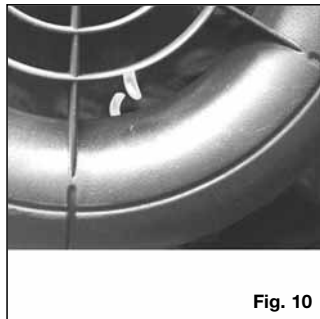
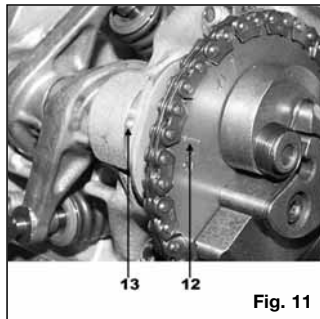

Fig. 10
Fig. 11
- Portare l'albero motore al punto morto superiore servendosi di una chiave a T inserita nel dado centrale del variatore. Per verificare l'esatta posizione del punto morto superiore bisogna allineare l'aletta della ventola di raffreddamento con la tacca presente sul convogliatore aria (**Fig. 10**).
- Montare la catena di distribuzione sulla corona dentata ed inserirla sull'albero a camme, allineando la linea di riferimento 2V (**Fig.11-part.12**) con la tacca presente sulla testa (**Fig.11-part.13**).
- Bring the crankshaft to top dead centre by inserting a T wrench in the variator central nut. To check the exact position of top dead centre you have to align the blade of the cooling fan with the notch on the air conveyor (**Fig. 10**).
- Fit the gearing chain on the crown gear and insert it on the camshaft, aligning the reference line 2V (**Fig.11-part. 12**) with the notch on the head (**Fig.11-part.13**).
- Déplacez le vilebrequin au point mort haut en vous servant d'une clé avec manche en T introduite dans l'écrou central du variateur. Pour vérifier la position exacte du point mort haut, vous devez aligner l'ailette du ventilateur de refroidissement avec le cran sur le convoyeur d'air. (**Fig. 10**).
- Die Kurbelwelle mit Hilfe eines T-förmigen Schlüssels, an der Zentralmutter des Variators angesetzt, zum oberen Totpunkt bringen. Zur Überprüfung der exakten Position des oberen Totpunktes ist der Lüfterradflügel mit der Kerbe auf der Kühlerhaube (**Fig. 10**) auszurichten.
- Die Steuerkette auf dem Zahnkranz und auf der Nockenwelle montieren, wobei die Bezugslinie 2V (**Fig.11-Det.12**) mit der Kerbe auf dem Zylinderkopf (**Fig.11-Det.13**) auszurichten ist.
I T A L I A N O	<p>eventualmente spostare la catena di distribuzione di un dente in più o in meno sulla corona dentata. Fare attenzione e controllare spesso che durante la messa in fase dell'albero a camme non si muova l'albero motore, dalla posizione indicata dai due riferimenti allineati come in Fig. 10.</p> <ul style="list-style-type: none"> - Montare il tendicatena originale e serrare il dado centrale dello stesso, comprimendo la molla che regola la tensione della catena di distribuzione. - Rimontare come in origine tutto il gruppo decompressore fissato sull'albero a camme. - Con una chiave a bussola con manico a T, agendo sul dado presente sull'albero motore e che fissa il variatore, far compiere all'albero motore 4-5 giri completi e riportarlo al punto morto superiore allineando i riferimenti della Fig. 10 e controllare che la corona dentata della catena
E N G L I S H	<p>chain by one tooth more or one less on the crown gear.</p> <ul style="list-style-type: none"> - Be careful to check often to ensure that the crankshaft is not moving during the timing of the camshaft from the position indicated by the two reference marks aligned as shown in Fig. 10. - Fit the original chain tightener and tighten the central nut on it, compressing the spring that regulates the gearing chain tension. - Re-assemble as in the origin the whole decompressor group fixed on the camshaft. - Using a socket wrench with a T-shaped handle, and intervening on the nut found on the crankshaft and that fastens the variator unit, make all the engine have 4-5 complete revolutions and bring it back to the top dead centre, aligning the references shown in Fig. 10 and check to ensure that the gearing chain crown gear has remained aligned with the reference mark on the head. If the crankshaft is blocked during
F R A N C A I S	<p>alignant la ligne de repère 2V (Fig.11-det. 12) avec le cran sur la culasse (Fig.11-det. 13).</p> <ul style="list-style-type: none"> - Tendez manuellement la chaîne de distribution en agissant depuis le trou de montage du tendeur de chaîne et contrôlez que la couronne dentée soit alignée avec le repère 2V se trouvant sur la culasse. Eventuellement, déplacez la chaîne de distribution d'une dent en plus ou en moins sur la couronne dentée. Contrôlez souvent que, pendant la mise en phase de l'arbre à cames, le vilebrequin ne bouge pas de la position indiquée par les deux repères alignés (Fig. 10). - Montez le tendeur de chaîne d'origine et serrez son écrou central, tout en comprimant le ressort qui règle la tension de la chaîne de distribution. - Montez comme à l'origine le groupe decompresseur fixé sur l'arbre à cames.
D E U T S C H	<ul style="list-style-type: none"> - Die Steuerkette von Hand spannen, indem über die Montageöffnung des Kettenspanners eingegriffen wird. Stellen Sie sicher, dass der Zahnkranz mit dem Bezug auf der Halterung ausgerichtet ist; notfalls die Steuerkette um einen oder mehrere Zähne des Zahnkranzes versetzen. Vorsichtig vorgehen und mehrmals überprüfen, dass während der Phaseinstellung der Nockenwelle sich die Kurbelwelle nicht von der Position der zwei entsprechend Fig. 10 ausgerichteten Bezugszeichen verschiebt. - Den Originalkettenspanner montieren und die zentrale Mutter festziehen, wodurch die Feder zur Spannungsregelung der Steuerkette zusammengepresst wird. - Die gesamte Dekompressionsgruppe auf der Nockenwelle wieder wie ursprünglich einbauen. - Einen Steckschlüssel mit T-förmigem Griff auf der Mutter, die den Variator auf der Kurbelwelle befestigt, ansetzen und die Kurbelwelle 4-5
- Dopo aver verificato che l'albero motore si trovi al punto morto superiore (**Fig. 10**), controllare ed eventualmente ripristinare, il corretto gioco valvola di scarico e di aspirazione. Il valore del gioco delle valvole é indicato nella tabella "Dati montaggio". Per ripristinare il gioco valvole servirsi di uno spessimetro e delle viti di registro presenti sui bilanceri.
- After having checked to ensure that the crankshaft is at the top dead centre (**Fig. 10**), check and if necessary correct the exhaust and intake valve for the proper clearance. The value clearance is specified in the table entitled "Assembly data". For valve clearance adjustment, you need a feeler gauge and some adjusting screws found on the equalizers.
- Avec une clé à douille mâle à béquille, agir sur l'écrou de l'arbre à cames qui fixe le groupe variateur et faites faire 4-5 tours complets au vilebrequin, puis remettez-le au point mort haut en alignant les repères de la **Fig. 10**; contrôlez que la couronne dentée de la chaîne de distribution soit encore alignée avec le repère. Si, pendant la rotation, le vilebrequin se bloque, vous ne devez absolument essayer de le forcer mais contrôlez la mise en phase de la distribution car il est évident qu'elle n'a pas été exécutée correctement, et refaites-la en suivant scrupuleusement la procédure décrite précédemment.
- Après avoir vérifié que le vilebrequin du moteur se trouve au point mort haut (**Fig. 10**), contrôlez et éventuellement rétablissez le jeu correct de la soupape d'échappement et d'admission. La valeur du jeu des soupapes est indiquée dans le tableau "Données de montage". Pour rétablir le jeu des soupapes, utilisez une jauge d'épaisseur et les vis de réglage se trouvant sur les balanciers.
vollständige Umdrehungen durchdrehen, um sie wieder zum oberen Totpunkt zu bringen; dabei sind die Bezugszeichen von **Fig. 10** auszurichten und es ist sicherzustellen, dass der Zahnkranz der Steuerkette weiterhin mit dem Bezug auf dem Zylinderkopf ausgerichtet ist. o Wenn die Kurbelwelle während der Umdrehung blockiert, darf keinesfalls Kraft angewandt werden, sondern es ist nochmals die offensichtlich nicht korrekt durchgeführte Phaseneinstellung der Steuerung zu überprüfen und oben erwähnter Vorgang sehr präzise zu wiederholen.
- Nachdem festgestellt worden ist, dass sich die Kurbelwelle im oberen Totpunkt (**Fig. 10**) befindet, muss kontrolliert und evtl. das korrekte Ansaug- und Auslass-Ventilspiel wiederhergestellt werden. Der Wert des Ventilspiels ist in der Tabelle „Montagedaten“ angegeben. Zur Wiederherstellung des Ventilspiels sind eine Fühlerlehre und die Einstellschrauben auf den Kipphebeln zu verwenden.